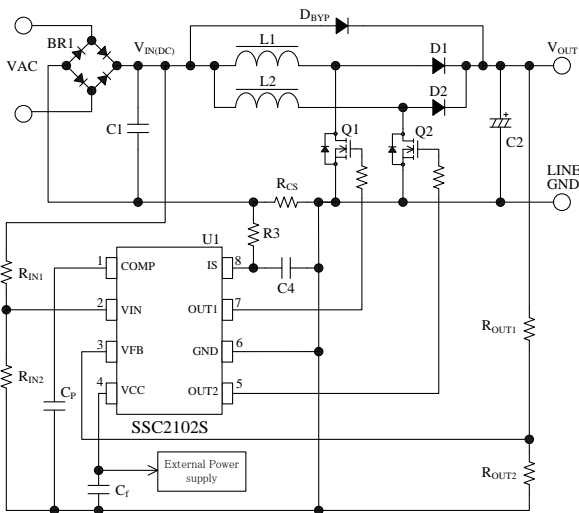

図 9-1 IC 周辺回路
- P_O : 1 相当りの PFC 出力電力 (W)
- $V_{INRMS(MIN)}$: 入力電圧実効値の下限値 (V)
- $V_{INRMS(MAX)}$: 入力電圧実効値の上限値 (V)
- V_{OUT} : PFC 出力電圧 (V)
- I_{INRMS} : 入力電流実効値 (A)
- 回路部品の図記号は、図 9-1 に示すとおりです